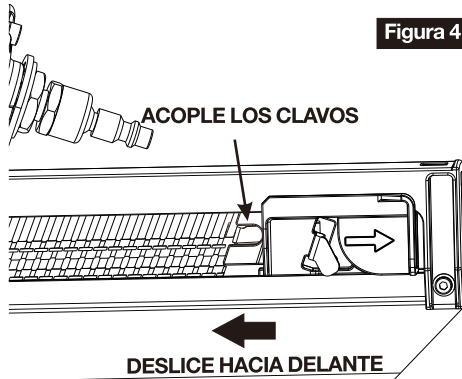

Figura 4
4. Una vez que el empujador golpee la parte trasera de la recámara, deje que el empujador se deslice hacia delante y acople los clavos, empujándolos hacia la punta de la herramienta. (Ver figura 4)